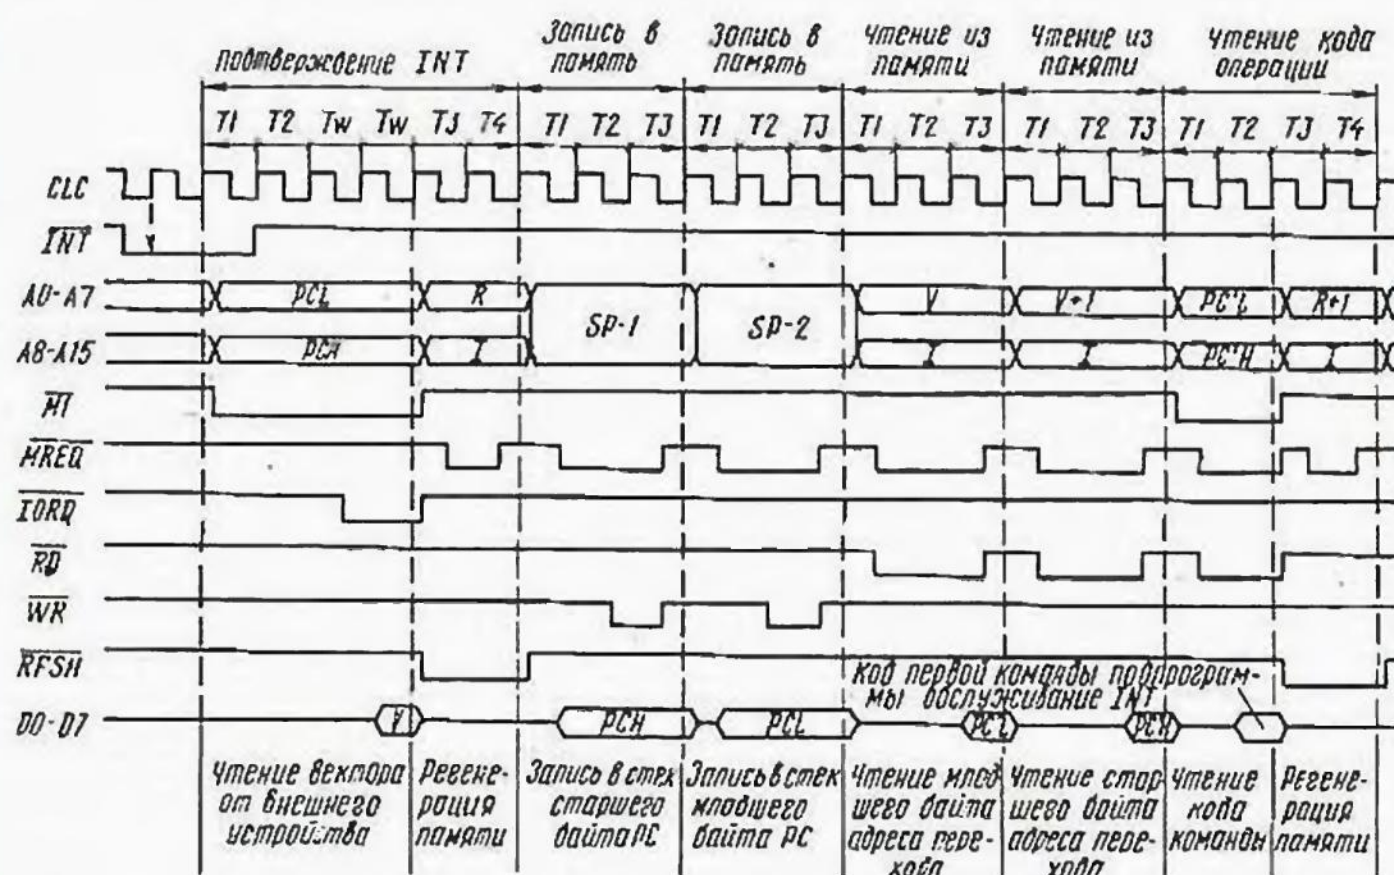

Рис. 9
Прерывания второго типа наиболее гибки, с их помощью можно менять вектор прерываний как программно, так и аппаратно. Временные диаграммы, поясняющие процесс вызова подпрограммы обработки INT второго типа, показаны на рис. 9. После считывания вектора прерываний (V) и записи в стек (SP) старшего (PCH) и младшего (PCL) байтов счетчика команд (PC) следует цикл чтения данных из памяти. В нем процессор формирует 16-разрядный адрес, в котором старший байт равен значению содержимого регистра прерываний (I), а младший представляет собой данные (V), поступившие из внешнего устройства в цикле подтверждения INT. Считанные из памяти данные представляют собой младший байт адреса перехода (PCL). Затем процессор формирует еще один цикл чтения из памяти, в котором из ее следующей ячейки считывается старший байт адреса перехода (PCH).